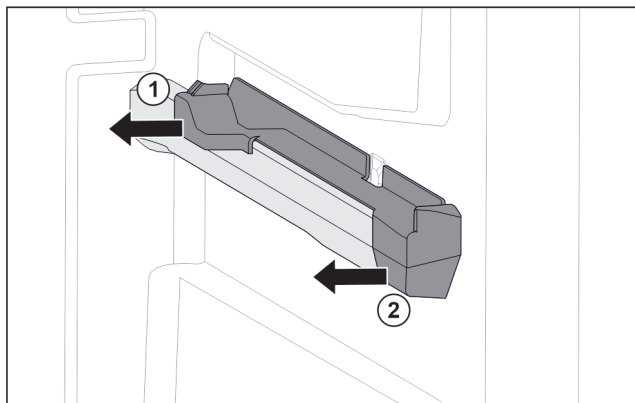

Fig. 82 Insteekelement op rechter containerrib
- Insteekelement achter naar de zijkant toe eraf trekken. Fig. 82 (1)
- Insteekelement voor naar de zijkant toe eraf trekken. Fig. 82 (2)